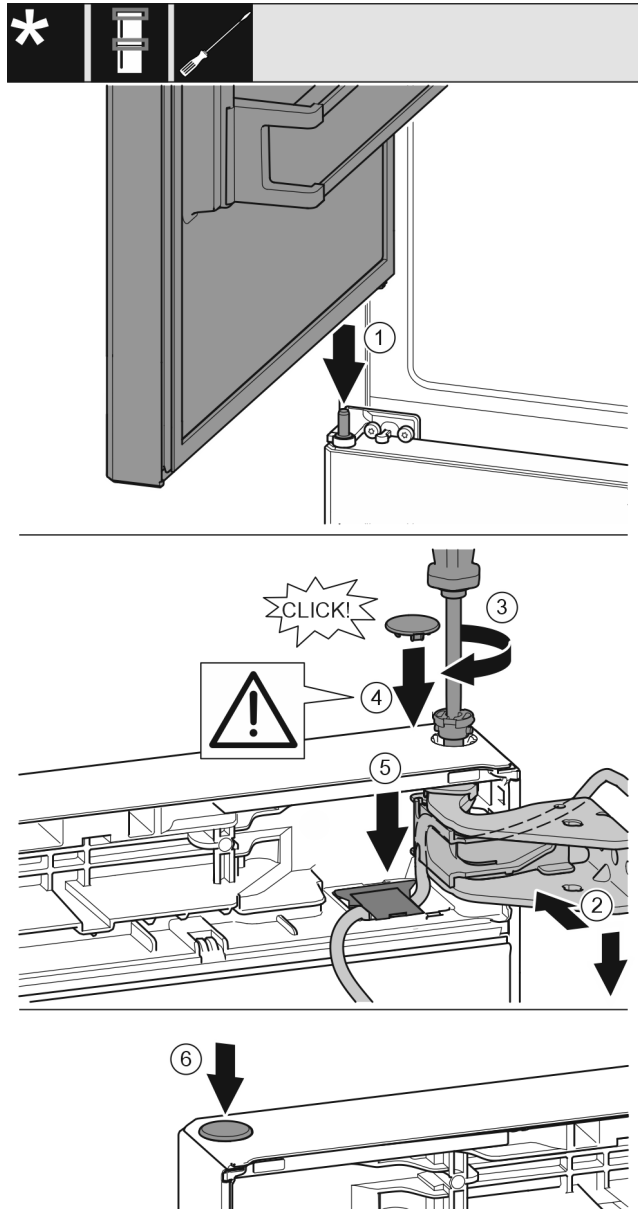

Fig. 30
- ▶ Aseta ylempi ovi keskimmäisen laakeripultin päälle Fig. 30 (1)
- ▶ Kohdista ovi ylhäältä laakeripukin aukkoon. Fig. 30 (2)
- ▶ Aseta pultti paikalleen ja kiristä se T15-ruuvimeisselillä. Fig. 30 (3)
- ▶ Suojakannen kiinnittäminen oven suojaksi: Aseta suojakansi paikalleen ja varmista, että se on tiukasti ovea vasten. Muussa tapauksessa pultti on työnnettävä kokonaan sisään. Fig. 30 (4)
- ▶ Aseta suojus taas paikalleen ja paina sitä alaspäin, kunnes se lukittuu. Fig. 30 (5)
- ▶ Kiinnitä nasta. Fig. 30 (6)